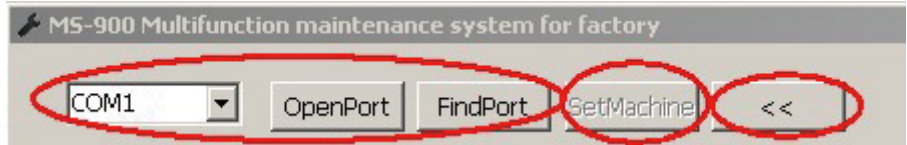

Abbildung 1
2. Klicken Sie auf FindPort, damit sucht die Software automatisch nach dem Port und verbindet das Gerät. Klicken Sie auf Close (Schließen), um die Verbindung zu schließen. (Abbildung 1)